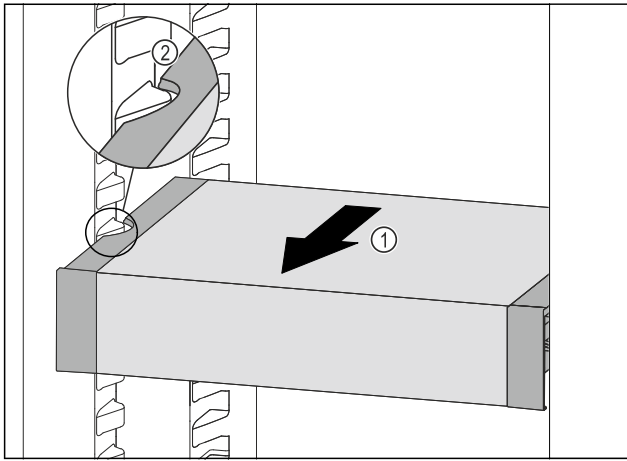

Fig. 118
- VarioSafe nach vorne ziehen Fig. 118 (1), bis sich die seitlichen Aussparungen des VarioSafes auf Höhe der Behälterrippe im Kühlteil befinden. Fig. 118 (2)